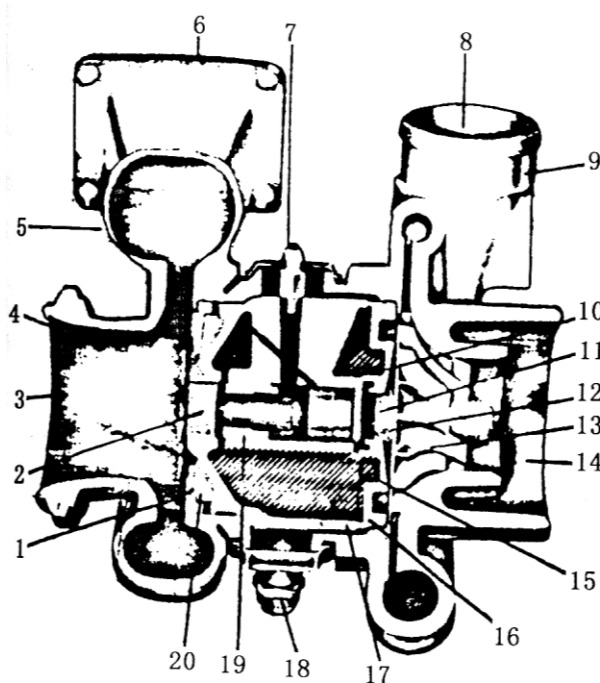

Рис. 5-6.
2. Турбоагнетатель (см. рис. 5-6).